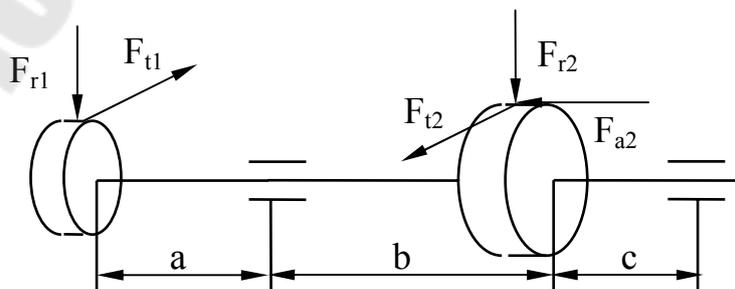

Рис. 6.4
5. Сделать уточненный расчет вала для заданной схемы (рис. 6.4, если  $F_{t1} = 1500$  Н,  $F_{r1} = 558$  Н,  $F_{t2} = 750$  Н,  $F_{r2} = 279$  Н и  $F_{a2} = 159$  Н. Исходные данные приведены в табл. 6.5